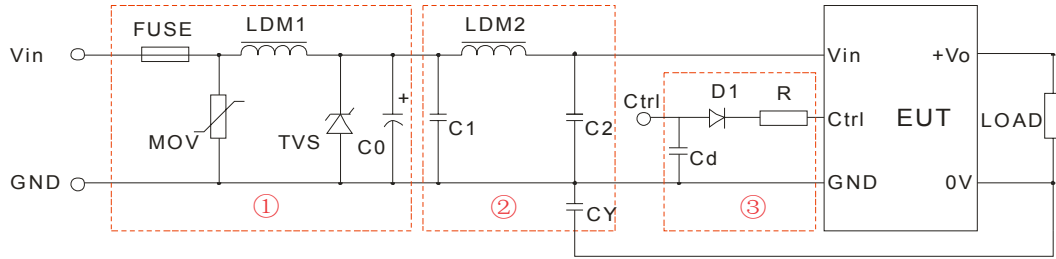

图 1
辐射骚扰	CISPR22/EN55022 CLASS B（推荐电路见图 1-②或图 3）
注: 1.图 1 中第①部分用于 EMS 测试; 第②部分用于 EMI 滤波, 可依据需求选择;
3. V_C 为 Ctrl 端相对于输入地 GND 的电压、 V_D 为 D1 压降、 I_C 为流入 Ctrl 端的电流, 一般取 5-10mA。Ctrl 端外围电路如图 1-③。
EMI 测试效果图 (推荐电路见图 1-②)